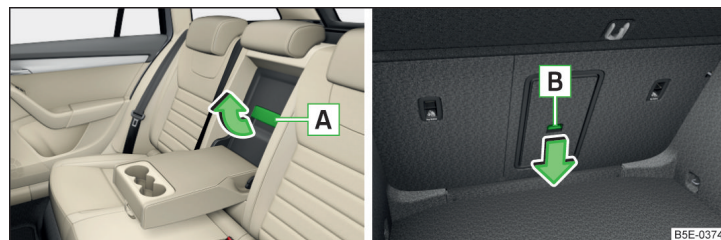

Fig. 81 Deschiderea capacului: din habitacul/din portbagaj
- Trageți mânerul **A** în sensul săgeții » fig. 81 și rabatați capacul în față.
- Împingeți tasta de deblocare **B** în sensul săgeții » fig. 81 și rabatați capacul împreună cu cotiera în față.
Aveți grijă ca după închiderea capacului să fie întotdeauna bine fixate cotierele. Acest lucru îl recunoașteți după zona roșie de deasupra tastei de deblocare **B** » fig. 81, care nu se poate vedea din portbagaj.